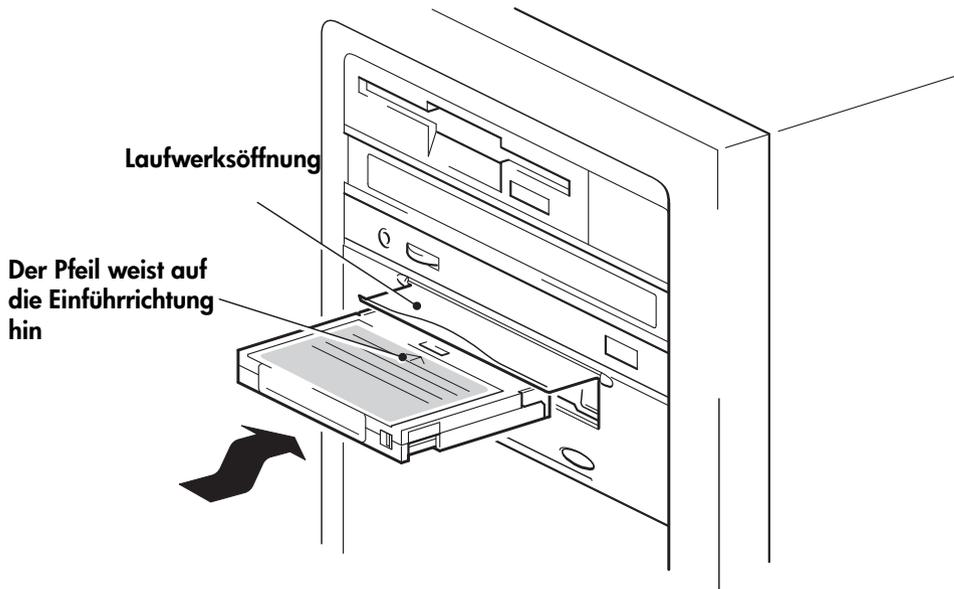

Abbildung 10a: Einlegen einer Kassette
- 1 Heben Sie die Kassettenöffnung an der Vorderseite des Laufwerks an, und schieben Sie die Kassette so in das Laufwerk, dass der weiße Pfeil nach oben und zur Laufwerksöffnung zeigt. Drücken Sie vorsichtig auf die Rückseite der Kassette, bis die Kassette vom Laufwerk aufgenommen wird. (Siehe Abbildung 10a.)